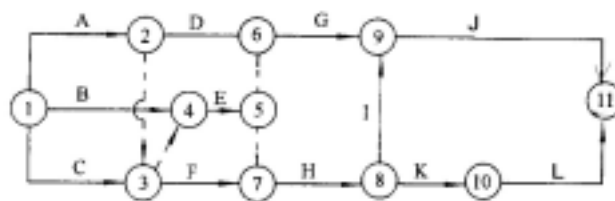
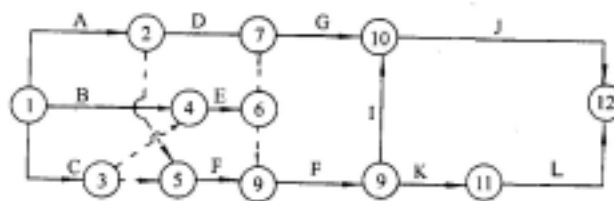

图 2
图 3
同一设备，即 A 工作与 F 工作之间存在组织关系，而从网络图中看 A 工作不是 F 工作的紧前工作，所以网络图必须修改，考生往往直接在②节点和③节点间连一虚工作，如图 2 所示。在图 2 网络图存在着以下错误：增加了 A 工作的紧后工作，原来 A 工作的紧后工作为 D，加上与 F 工作的组织关系，其紧后工作应为 D 工作、F 工作，而图 2 表示出 D、E、F 工作均是其紧后工作。同理 E 工作也多了一个紧前工作 A。正确的网络计划应如图 3 所示，即增加了一个虚工作(②→⑤)和一个新节点(⑤)“断路”，使得所有逻辑关系表示正确，除所增加的组织关系外，保持了原有网路计划的逻辑关系不变。考生在解答网络计划题时，首先应判断网络计划是否正确，特别是当考题网络计划的工作不是以代号而是以实际工作名称表示的考题。